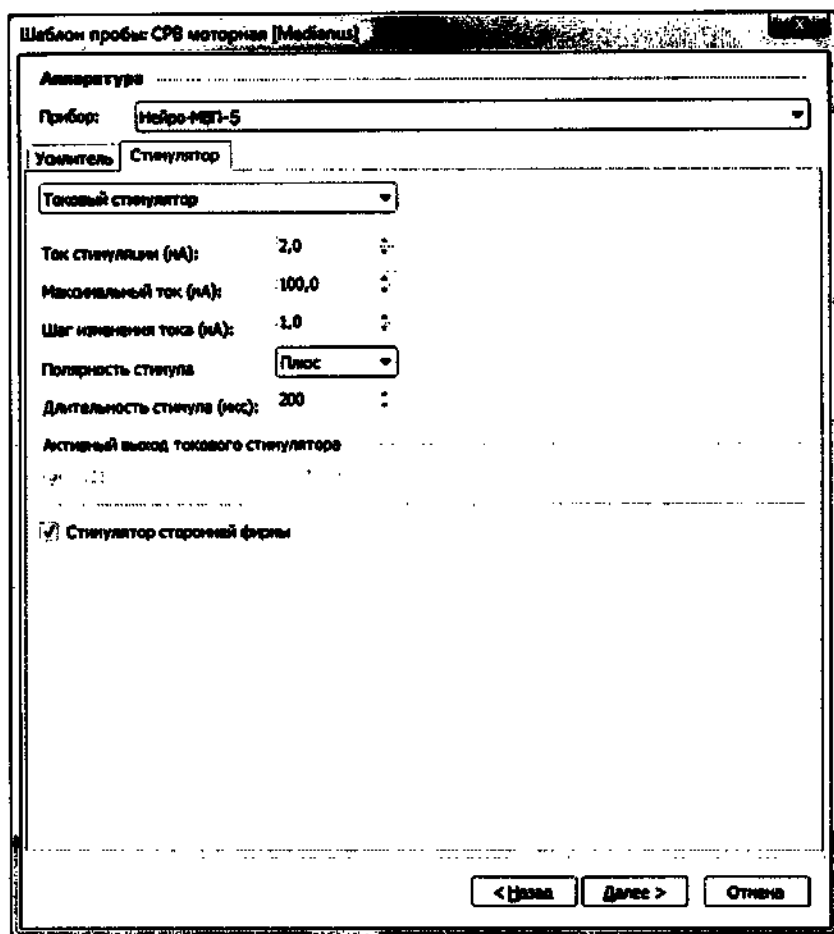

Рис. 29. Окно запуска регистрации от внешнего стимулятора
3. Запустите программу «Нейро-МВП.NET», выполните команду меню **Настройка|Шаблоны проб|Настройка**, выберите необходимый шаблон пробы, нажмите кнопку «Изменить» и на странице «Аппаратура|Стимулятор» установите флажок «Стимулятор сторонней фирмы» (рис. 29). Этот шаг достаточно выполнить один раз для каждого шаблона, где планируется использовать внешний стимулятор. Если вы не желаете менять шаблон, то следует создать пробу и сделать аналогичные настройки в ней.
Обратите внимание, что флажок «Стимулятор сторонней фирмы» (рис. 29) должен быть сброшен (очищен)!